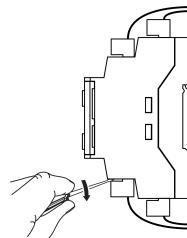

Рисунок 2 – Отсоединение съемных частей клемм
- Снять ответные части съемных клеммников (см. рисунок 2).